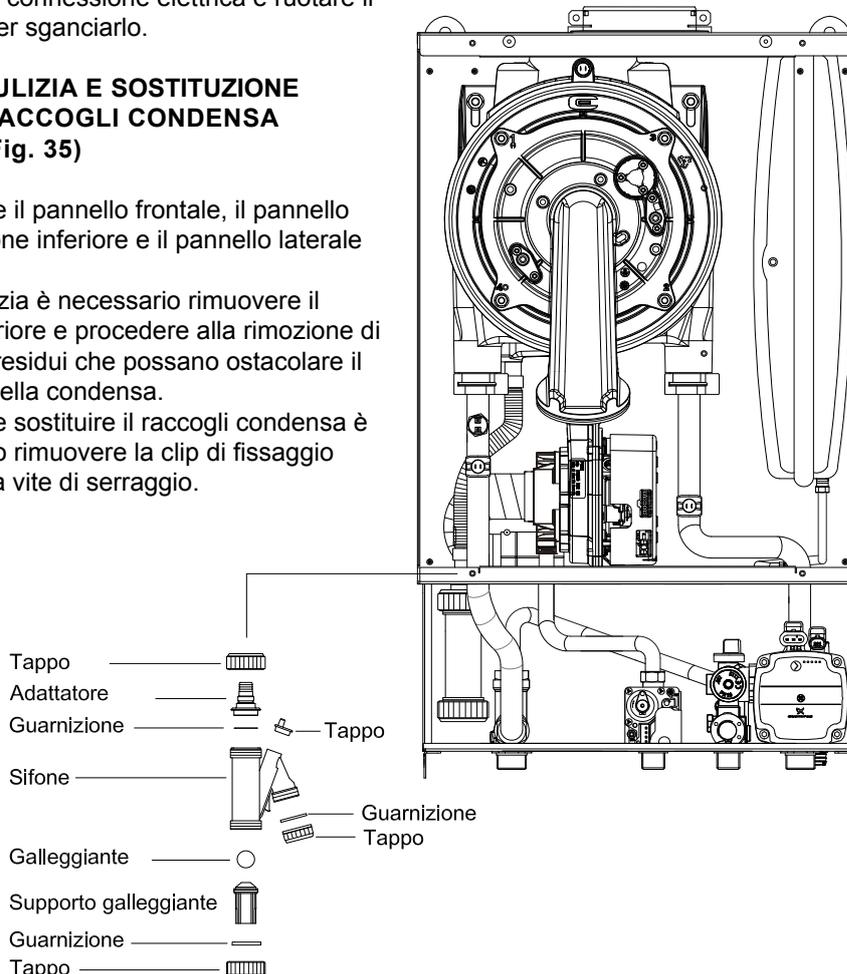

Fig. 35
7.11 PULIZIA E SOSTITUZIONE RACCOGLI CONDENSA (Fig. 35)